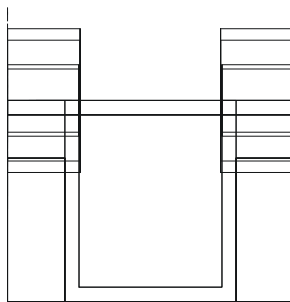

图 12-2-12
STEP 04 把筋板进行镜像到箱体的另一边。如图 12-2-12 所示。